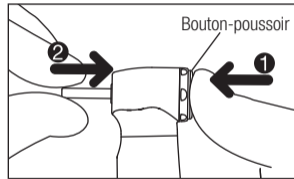

Fig. 2
- 2) Appuyez sur le bouton-poussoir et insérez la fraise dans la griffe. (Fig.2)